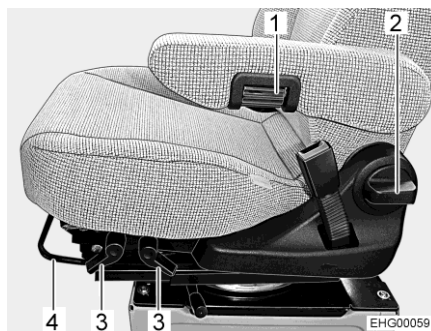

Fig. 17 Regolazione del sedile
- Tirare la staffa (Fig. 17,4) verso l'alto.
- Tirare la relativa leva (Fig. 17,3) verso l'alto.
- Ruotare la maniglia (Fig. 17,2).
- Per una regolazione precisa, ruotare la rotella zigrinata (Fig. 17,1). A seconda della direzione di rotazione il bracciolo si muove verso l'alto o verso il basso.